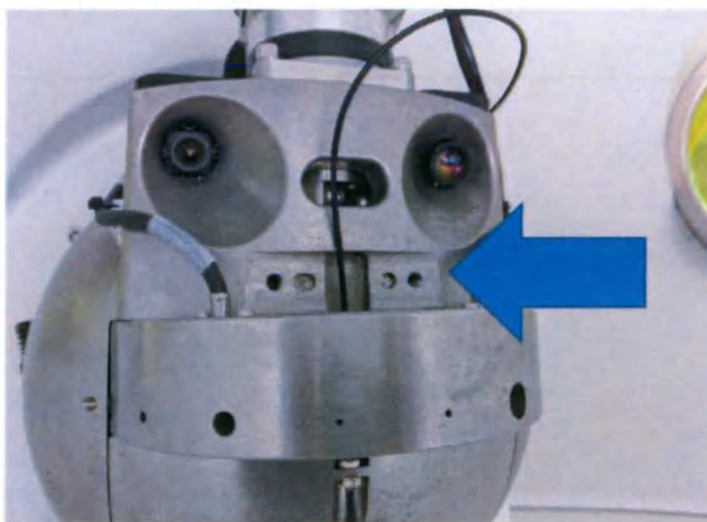
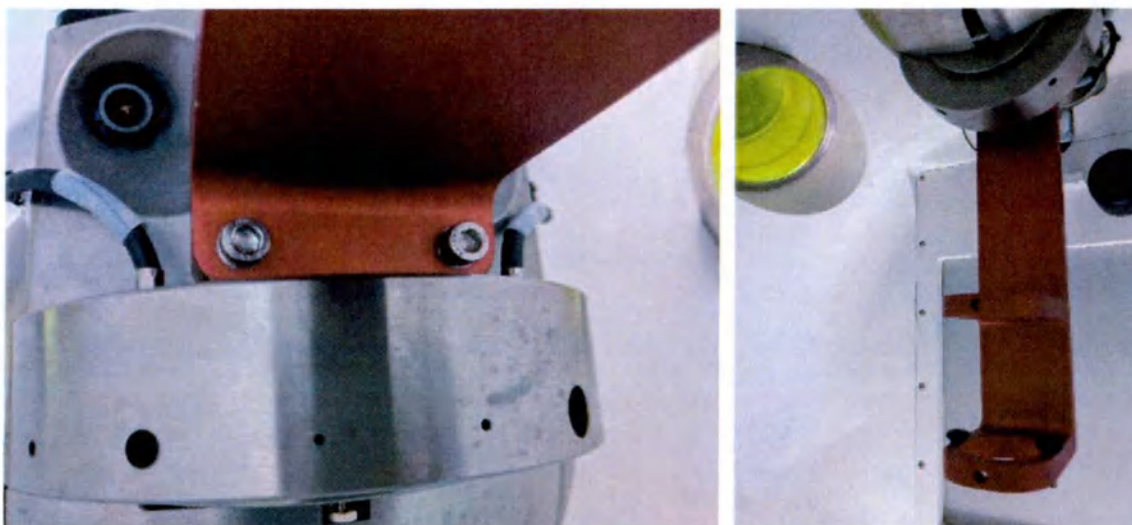

Рисунок 3-15. Фотография коллиматора Zap-X и корпуса коллиматора. Стрелка указывает на область корпуса, к которой крепится F-образный кронштейн
Рисунок 3-16. Фотографии коллиматора Zap-X и корпуса коллиматора с установленным F-образным кронштейном
5. Установите F-образный кронштейн на коллиматор системы Zap-X, совместив F-образный кронштейн с крепежными приспособлениями на корпусе коллиматора и затянув два винта (см. рис. 3-15 и рис. 3-16).
5. Установите F-образный кронштейн на коллиматор системы ZAP-X, совместив F-образный кронштейн с крепежными приспособлениями на корпусе коллиматора и затянув два винта (см. рис. 3-15 и рис. 3-16).
4. Установите F-образный кронштейн на коллиматор системы ZAP-X, совместив F-образный кронштейн с крепежными приспособлениями на корпусе коллиматора и затянув два винта (см. рис. 3-15 и рис. 3-16).